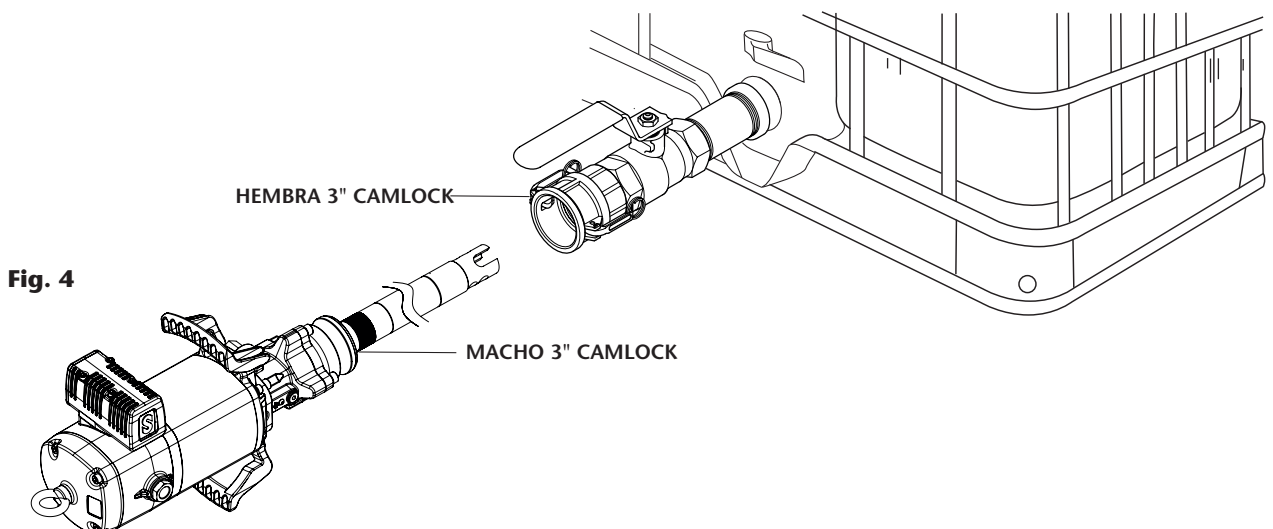

Fig. 4
- **c.** Montaje horizontal directamente a depósito (bombas 531730, 531731). Estas bombas incorporan la parte macho de un camlock de 3", que se acoplaría a la parte hembra colocada en el depósito (Fig. 4).